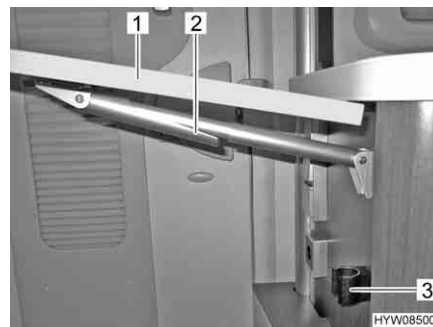

Fig. 41 Chiusura del tavolo ribaltabile su bancone
- Afferrare il tavolo ribaltabile su bancone (Fig. 41,1) sull'esterno e sollevarlo leggermente. Con l'altra mano ruotare e abbassare il dispositivo di fissaggio (Fig. 41,2) sul supporto telescopico.
- Abbassare il tavolo ribaltabile, finché il supporto telescopico non ingrana nel supporto (Fig. 41,3).